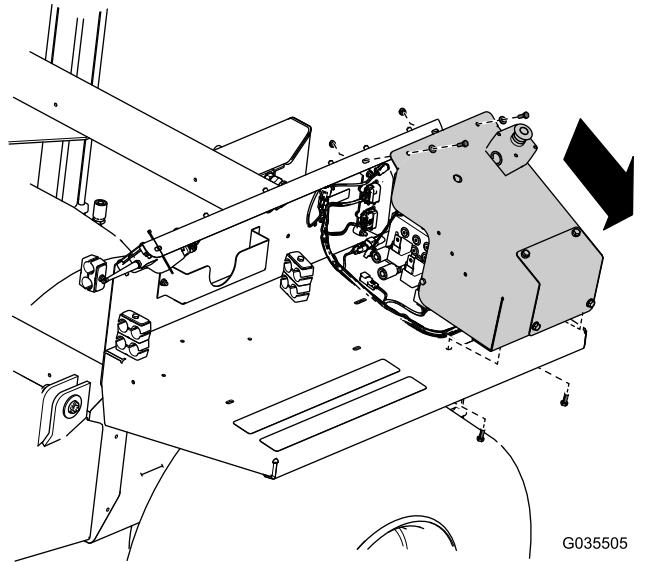

Figura 1
5. Retire a cobertura, como se mostra na Figura 1.